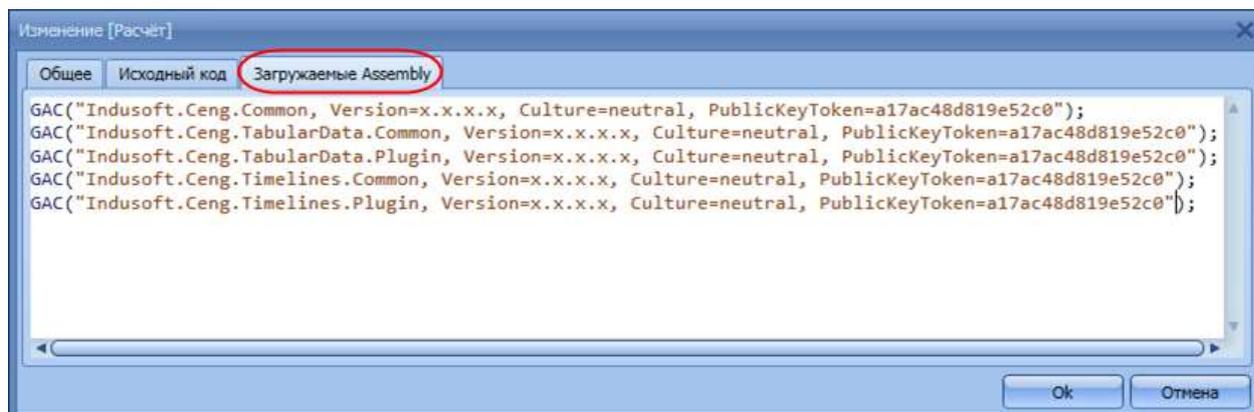

Рис. 5.12 Закладка Загружаемые Assembly
3. На закладке **Загружаемые Assembly** вводят правила загрузки сторонних **Assembly**, Рис. 5.12.